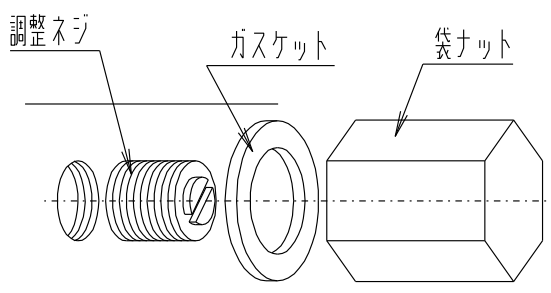

図5 リリーフ弁設定圧力の調整
- (1) 必ず圧力計で確認しながら調整を行って下さい。
- (2) 調整は図5の調整ネジで行ないます。右に回せば増圧、左に回せば減圧します。
- (3) 調整終了後は、ガスケットを入れて袋ナットを30 N・m程度の締め付けトルクで確実に締め付け、油漏れのないことを確認して下さい。